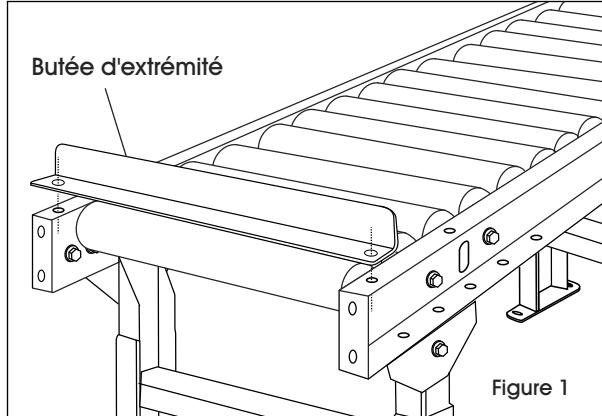

Figure 1
2. Line up holes on end stop with holes on end of conveyor. (See Figure 1)
2. Alignez les trous de la butée d'extrémité sur ceux se trouvant sur l'extrémité du convoyeur. (Voir Figure 1)